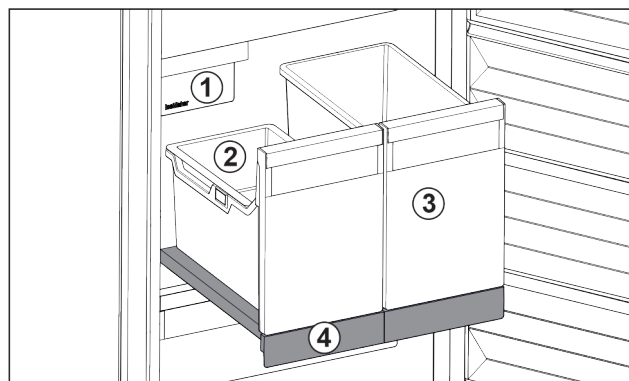

Fig. 99 Raft extractibil cu IceTower
(2) Tavă suspendată pentru cuburi de gheață
(4) Raft extractibil
Pe raftul extractibil se află două recipiente înalte (IceTower). În recipientul din Fig. 99 (2) sunt colectate și depozitate cuburile de gheață din IceMaker. Recipientul din Fig. 99 (3) se pretează pentru depozitarea de alimente înalte cum este pizza sau băuturile alcoolice.